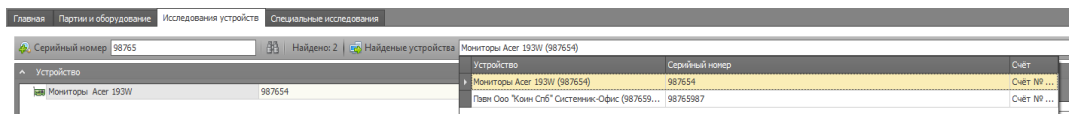

Рисунок 80
- Щелкнув указателем мыши в поле – *Найденные устройства*, выберите требуемое устройство из списка найденных двойным щелчком мыши на соответствующей записи. (Рис. 80)